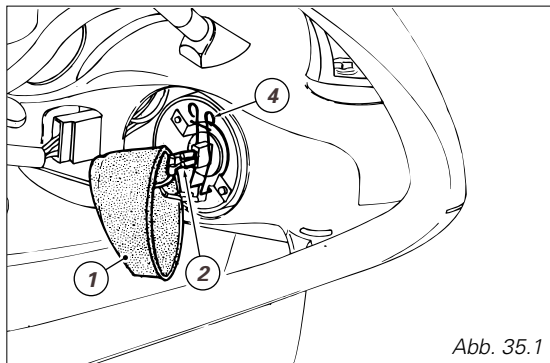

Abb. 35.1
Abblendlicht (Abb. 35.1): Die Gummihaut (1) des Scheinwerferkörpers abnehmen, dann den Flachstecker (2) durch Niederdrücken des unteren Schnellauslöseknopfs von der Leuchte abziehen.
D  **Hinweis** Zum Austausch der Scheinwerferbirnen ist es nicht erforderlich, den Flachstecker des schwarzen Massekabels vom Scheinwerferkörper abzuziehen. Die Halteklemme (4) der Leuchte aushaken und letztere von der Halterung nehmen (Abb. 35.1 und 35.2).